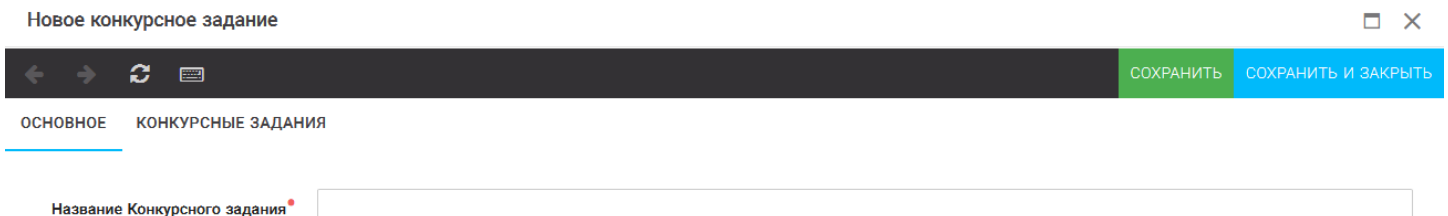

Рисунок 11 – Загрузка конкурсного задания
2. В открывшемся окне «Новое конкурсное задание» заполнить поле «Название Конкурсного задания» (например, «Выступление», «Сюжет», «Статья в школьной газете» и т.д.) и нажать «Сохранить» (Рисунок 11).